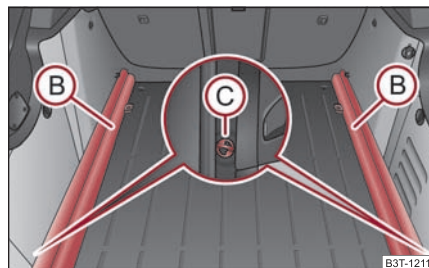

Fig. 97 Coffre à bagages: Dépose des glissières de support
- Déverrouillez les glissières de support (B) en faisant tourner les oeilletons de fixation en place (C) de 90° env. vers la droite ⇒ fig. 97.